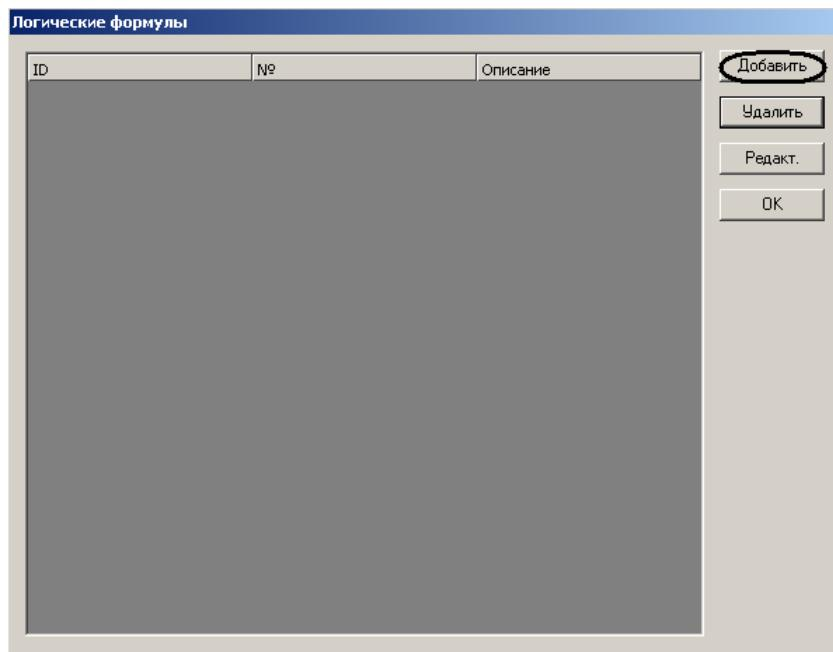

Рис. 3.3-22 Окно Логические формулы
Откроется окно **Логические формулы** (Рис. 3.3-22).
2. Нажать кнопку **Добавить** для добавления новой логической формулы (см. Рис. 3.3-22).